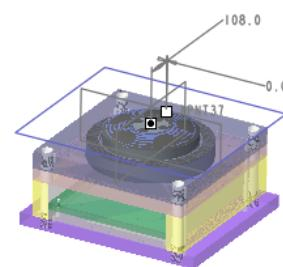

图 30.36 基准点位置
Step4. 创建顶杆参考点。单击 **模型** 功能选项卡 **基准** 区域中的“创建基准点”按钮 ，系统弹出“基准点”对话框；在模型树界面中，选择 → 命令。在系统弹出的“模型树项”对话框中，选中 **特征** 复选框，然后单击 **确定** 按钮，选取之前创建的基准平面 ADTM51 为基准点放置平面。在“基准点”对话框中单击 **偏移参考** 区域的“单击此处添加项”字符，按住 Ctrl 键选择 MOLD_FRONT 基准平面和 MOLD_RIGHT 基准平面为偏移参考平面。在 **MOLD_FRONT:F3 基...** 后面的文本框中输入数值 108，按回车键。在 **MOLD_RIGHT:F1 基...** 后面的文本框中输入数值 0，然后按回车键。基准点位置如图 30.36 所示；在“基准点”中单击 **确定** 按钮；在模型树中，选中基准点特征 APNT26 右击，在系统弹出的快捷菜单中选择 **阵列...** 命令，在操控板中选择 **轴** 选项，在模型中选择基准轴 A_1；在操控板中输入阵列的个数 5 和角度增量值 72.0，并按回车键，结果如图 30.37 所示，在“阵列”操控板中单击 按钮，完成特征的创建。